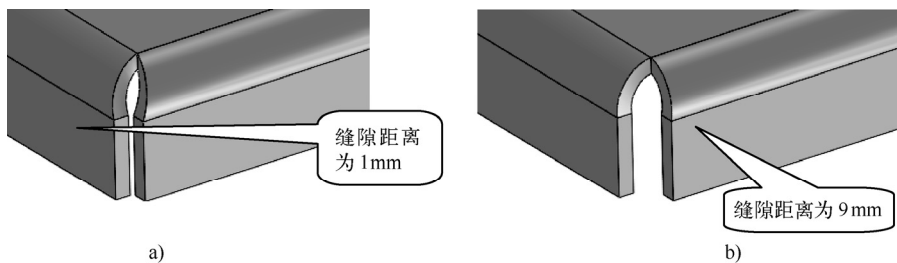

图 8-14 “缝隙距离”文本框的作用
- “缝隙距离”文本框: 当所选择的两条边线相邻时, 用于设置两个边线法兰间的距离, 如图 8-14 所示。